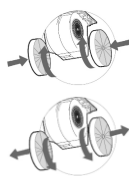

рис. 7А
6.4 Установите фальштрубы (рис. 7).